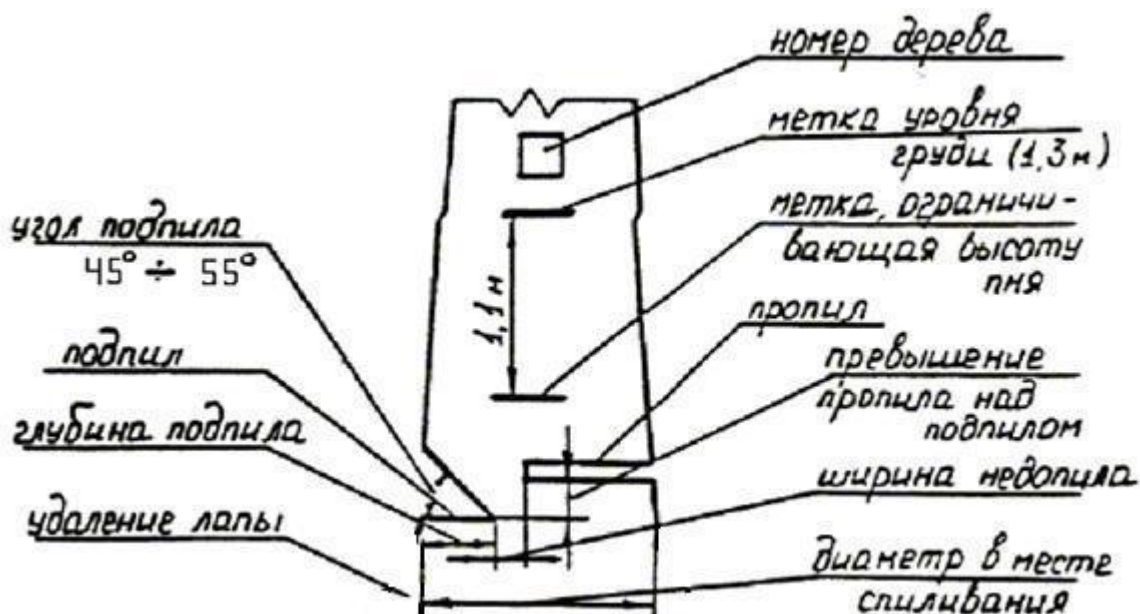

Рис. 2. Параметры спливания хлыста
1.3.3. Участник по команде судьи запускает двигатель и ставит пилу перед собой на землю в месте старта, выбранном им самим в радиусе 2-х метров от хлыста. По сигналу «Старт» участник берет в руки пилу, инструменты и начинает выступление. На выступление дается 5 минут, включая возможное удаление заделки от образующей основания ствола в грунт для предотвращения повреждения основания (рис.2). Время измеряется от сигнала «Старт» до момента, когда хлыст коснется земли. До того, как хлыст упадет на землю, участник должен отойти в безопасную зону, остановить двигатель и оставаться там, ожидая дальнейших распоряжений судьи.
1.5. Пункт 6 протокола – разница высот между основным резом и основанием подпила измеряется между основным резом и резом подпила в вертикальном направлении раздвижным штангенциркулем с точностью до 0,1 мм. Измерение округляется до 1 мм. Измерение выполняется в вертикальном направлении в максимально высокой и низкой точке основного реза. Разница высот определяется как разница между основным резом и нижним резом (см. рис. 2). Наименьшие и наибольшие результаты измерений заносятся в протокол и записываются на пне. Участнику будут засчитываться очки в соответствии с показателями, дающими наименьшее количество очков. Максимально присуждается 60 очков – за разницу высот, расположенную между 10 и 30 мм. При других отклонениях очки присуждаются в соответствии с таблицей 5.